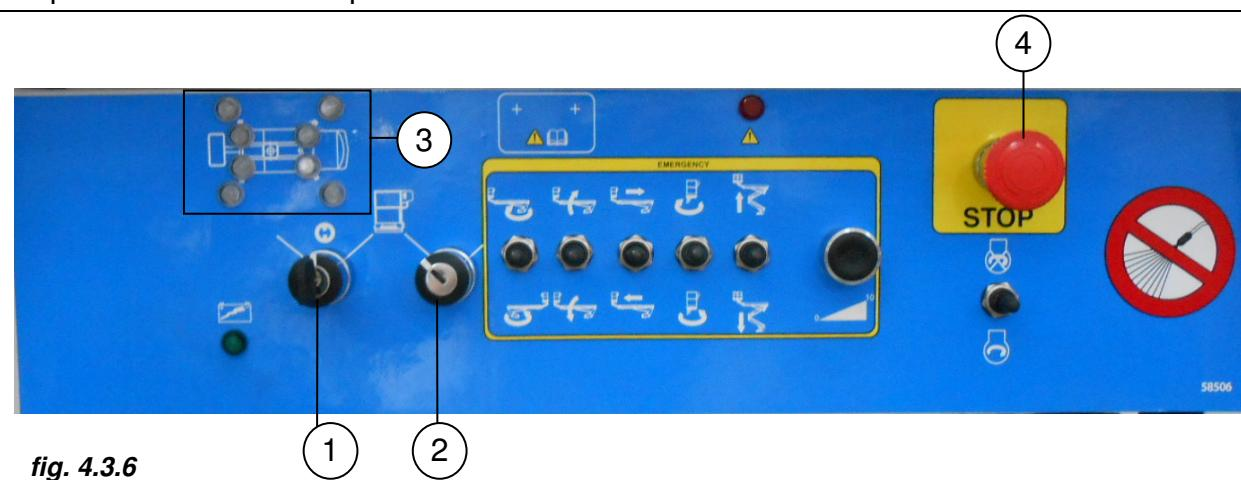

fig. 4.3.6
- ruotare la chiave del selettor (pos. 1 fig. 4.3.6) nella posizione “Piattaforma di lavoro”
- inserire la chiave nel selettore del quadro comandi a terra e ruotarla in posizione "stabilizzatori" (*pos. 1 fig. 4.3.6*)
- verificare lo spegnimento delle spie degli stabilizzatori (*pos. 3 fig. 4.3.6*)
- ruotare la chiave nella posizione "neutra" ed estrarla dal selettore (*pos. 1 fig. 4.3.6*).